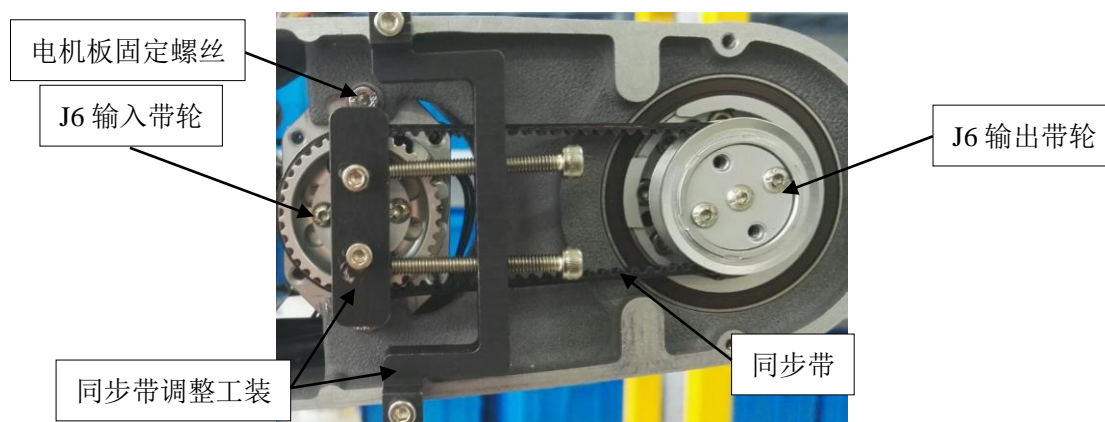
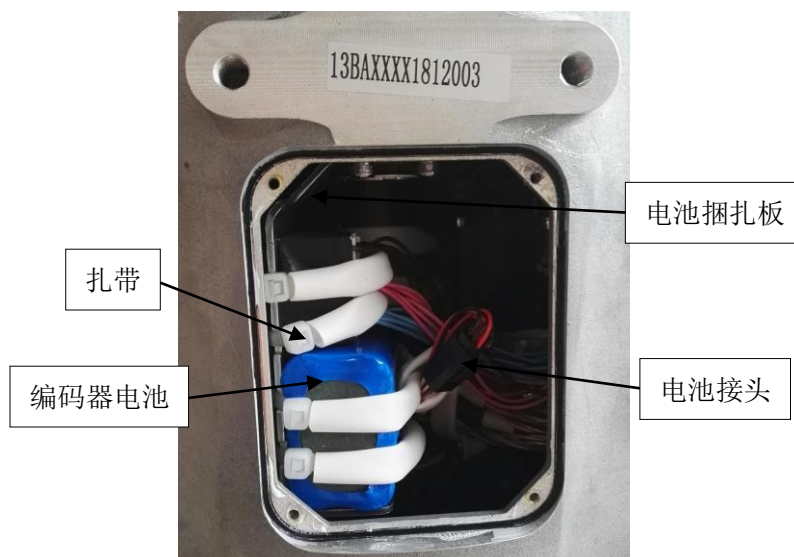

图 4.11 J6 关节同步带维护示意图
图 4.12 编码器电池更换示意图
- (1) 执行上述 “J5, J6 关节同步带的点检” 中的 (1) (2) 步骤。
- (2) 参照图 4.11 或图 4.12 安装附赠的同步带调整工装。
- (3) 轻微拧松图 4.11 或图 4.12 中的 2PCS 电机板固定螺丝。
- (4) 依次交替拧动调整工装中的 2PCS 长工艺螺丝，以调节同步带的张紧程度。
- (5) 当认为同步带张紧程度满足要求时，将 2PCS 电机板固定螺丝拧紧，拧紧力为 4NM，并拆下同步带调整工装。
- (6) 利用音波张力仪检测此时同步带频率是否达到表 4.8 或表 4.9 中的频率要求，若达到，，此次同步带调整结束，若没达到重复 (2) — (5) 步骤。
- (1) 在执行上述 “J5, J6 关节同步带的点检” 中的 (1) (2) 步骤。
- (2) 卸下图 4.11 中的 2PCS 电机板固定螺丝，进而卸下 J5 或 J6 电机组件和同步带。
- (3) 取新同步带依次套在 J5 或 J6 输出带轮和 J5 或输入带轮上，并将 J5 或 J6 电机组件安放回原先位置，将 2PCS 电机板固定螺丝旋回。
- (4) 按照上述 “J3 关节同步带的调整”，进行同步带张力调整。
- (3) 参照图 4.12，将捆绑编码器电池的两条扎带剪开，将编码器从机器人底座中取出。
- (4) 拔掉电池接头，将旧编码器电池拆掉。
- (5) 取新编码器电池，连接好接头，并将编码器电池和线束放回到原来位置。
- (6) 取新扎带将电池捆扎在电池捆扎板上，将底座侧盖板重新装配至底座上，完成本次维护。